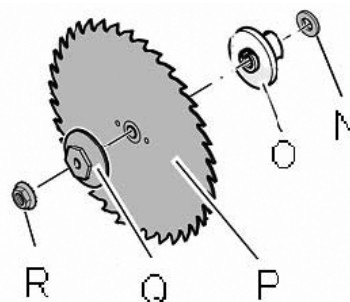

Fig. 14
**OBS:** Venstregjenge. Fjern mutteren (R, fig 14) og spennflensen (Q).